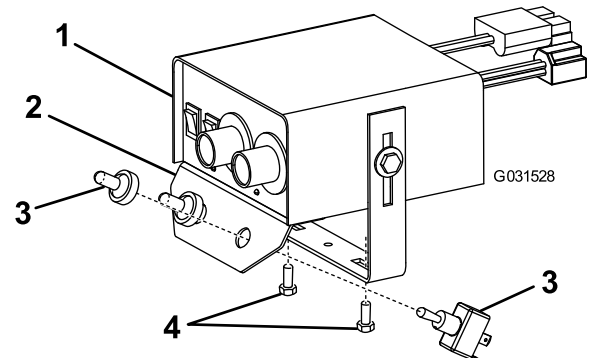

Bild 11
1. Bringen Sie den Haltebügel mit zwei Blechschrauben am Fahrzeug an (Bild 11).
2. Schließen Sie die Schalterplatte am Steuergerät an (Bild 11).
4. Befestigen Sie die zwei Kippschalter in der Schalterplatte (Bild 11).